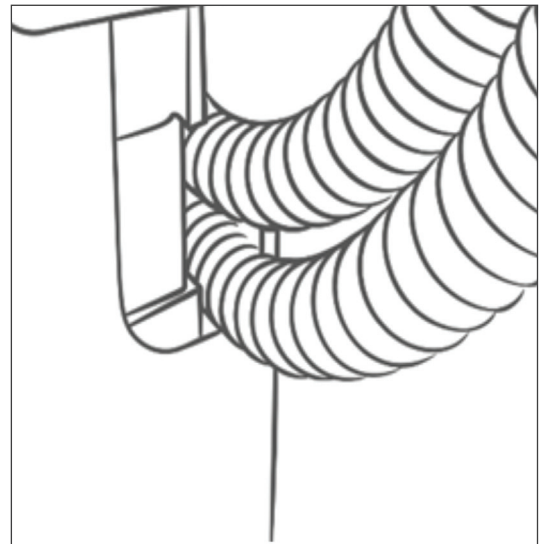

Figure 9 - Câbles derrière le cadre
1. Réinstaller le support du boîtier de commande à l'aide des deux (2) boulons hexagonaux de 1/4 po mis de côté précédemment.
2. Acheminer le cordon d'alimentation et les câbles des interrupteurs de commande derrière le cadre du bloc d'alimentation (voir la figure 9).